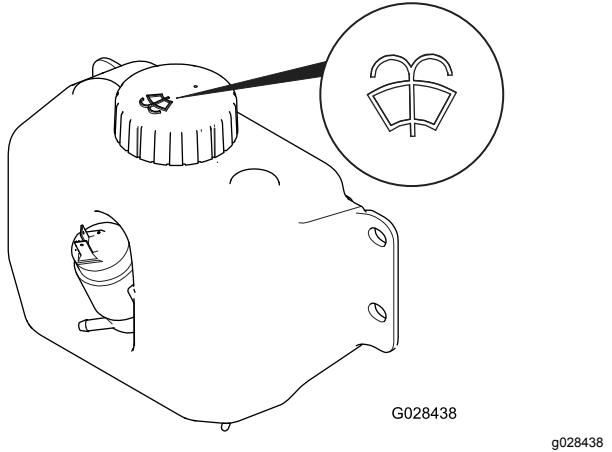

Figura 50
- Aprite il cofano per accedere al serbatoio del detergente lavacristallo (Figura 50).